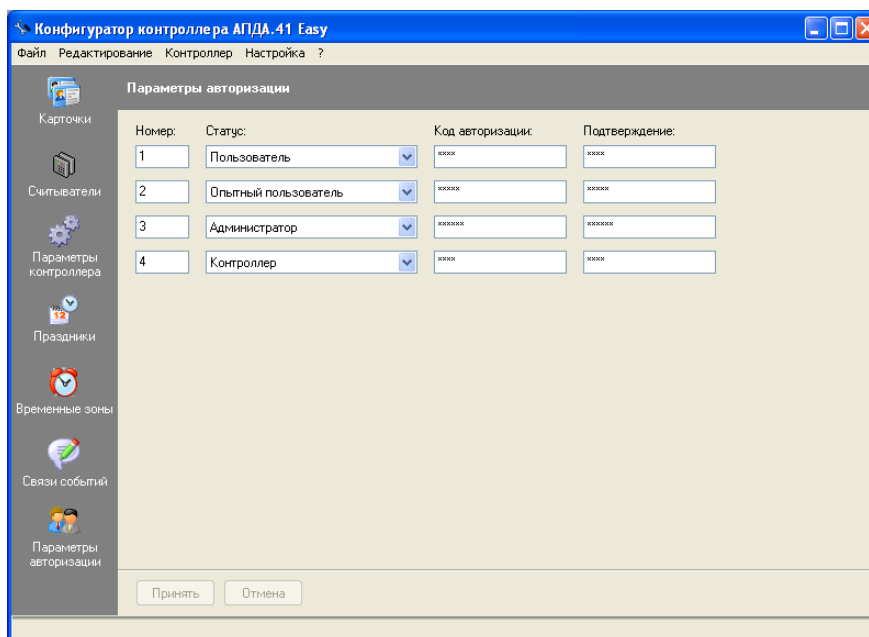

Рисунок 26
- 12) При необходимости, измените параметры авторизации при обмене по сети. Для этого выберите пункт меню "Редактирование/Параметры авторизации", в открывшемся окне "Параметры авторизации" (см. Рисунок 26) отредактируйте коды авторизации и нажмите кнопку "Принять".